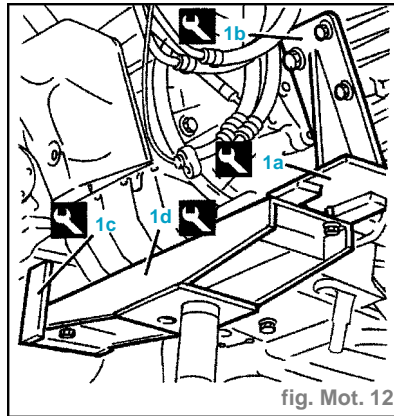

fig. Mot. 12
- Monter les outils (1a) et (1b) (supports), (1c) adaptateur, (1d) (traverse) pour la dépose du groupe moteur sur le vérin hydraulique et les fixer au niveau du groupe moteur (fig.Mot. 12).